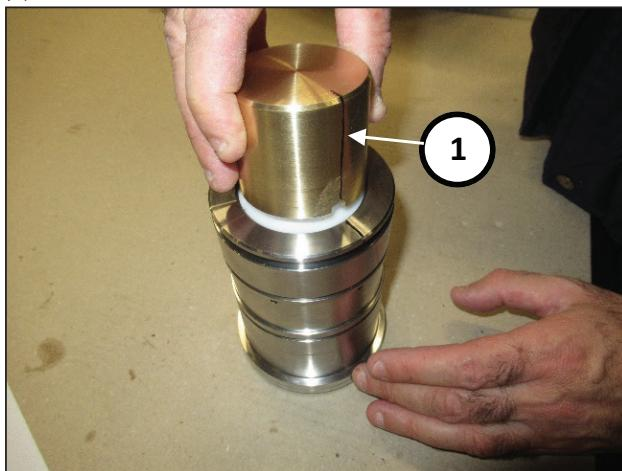

图 179
使用代码为27945400的工具的内塞将环推入到位(位置①, 图 179)。